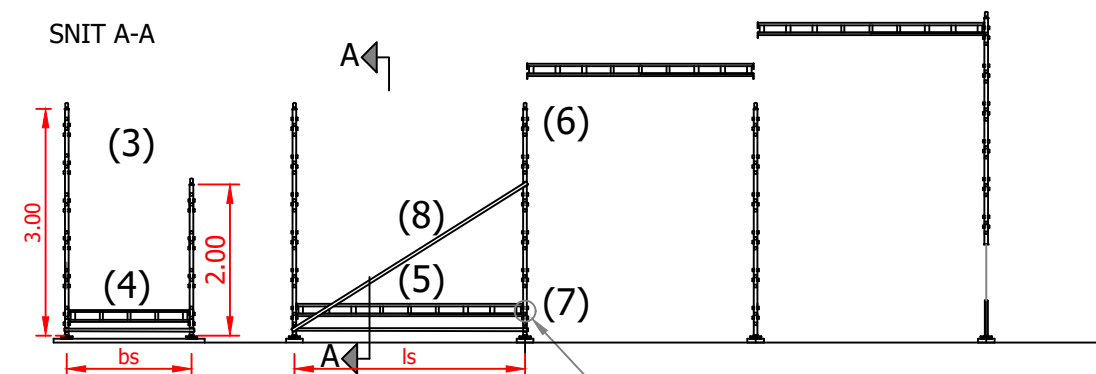

fig. 3.
(3) Placer stilladssøjler på gevindfod pladerne, 3 m søjler udvendigt og 2 m søjler indvendigt, fig. 3.
(4) Søjlerne forbindes med en 1.6 meter tværbjælke, der anbringes i det nederste bøjlepar vinkelret i forhold til bygningen. Det angiver *fagbredden - bs*.